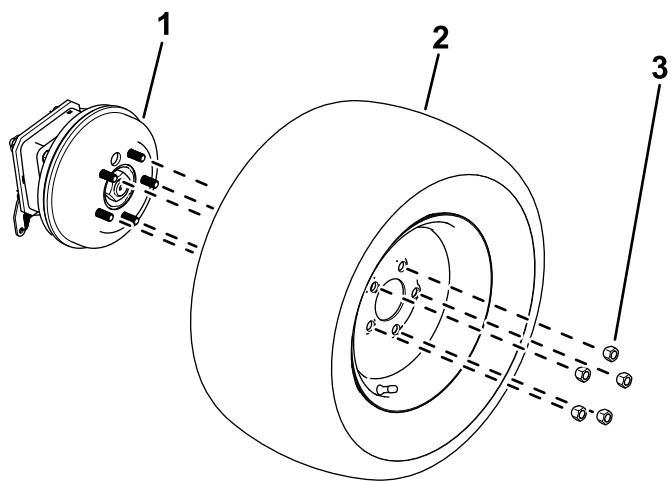

図 10
2. ホイールラグナットをゆるめて外す 図 10。
3. 各ホイールハブから車輪を取り外す 図 10。
1. 先ほど外したラグナットを使って、タイヤをホイールハブに固定する図 10。